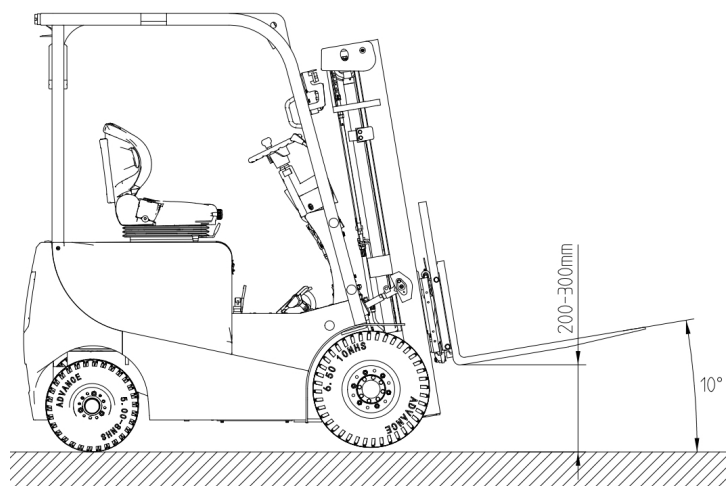

图 8-2.1 空载行驶示意图
- (1) 叉车启动后，将货叉升离地面 200-300mm，然后后仰 10°（图 8-2.1 所示）。